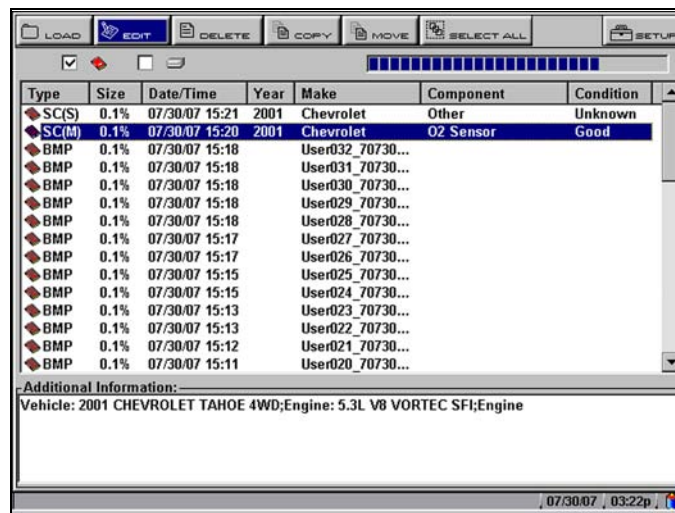

Abbildung 5-9 Auswahl **BEARBEITEN** (Beispiel)
4. Verwenden Sie die Pfeiltasten nach rechts **c** und links **e**, um aus der oberen Symbolleiste **BEARBEITEN** zu wählen (Abbildung 5-9).
9. Wählen Sie **Speichern**, wenn Sie zum Bildschirm Daten bearbeiten zurückkehren möchten (Abbildung 5-9).